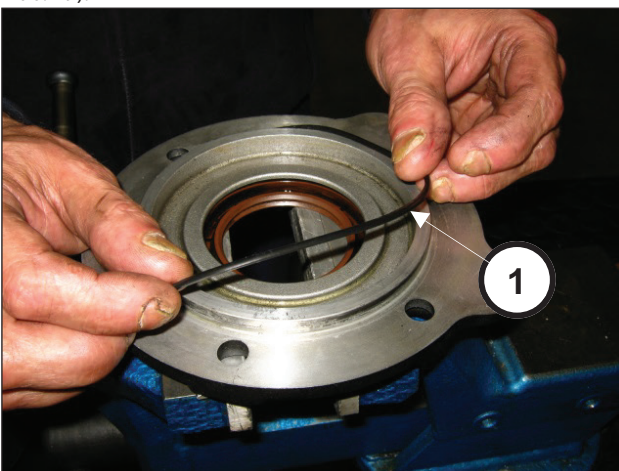

Abb. 79
Setzen Sie den O-Ring in den Ritzeldeckel ein (Pos. ①, Abb. 79).